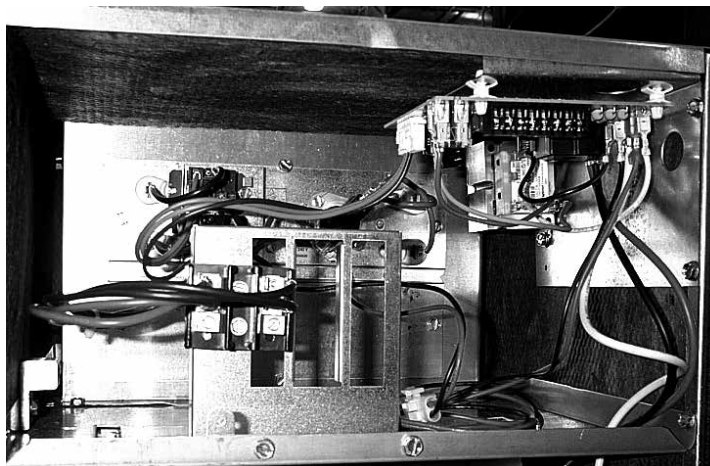

Figure 2. Installation type (montrée sans le panneau d'accès)
8. Installez la ferrure du disjoncteur à l'intérieur de l'appareil de traitement d'air. Insérez la languette qui se trouve dans le bas de la ferrure dans la fente de la boîte de commande. Consultez la Figure 2 \(page 5\) pour le positionnement approprié de la ferrure.